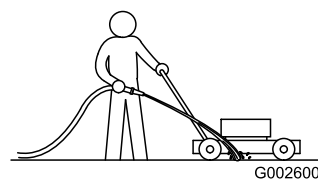

Figure 26
- Mettez le moteur en marche lorsque la tondeuse se trouve sur une surface revêtue plane et dirigez un jet d'eau devant la roue arrière **droite** (Figure 26).